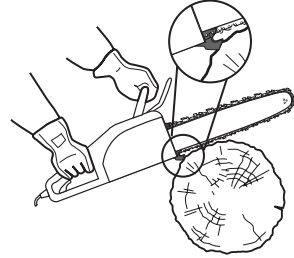

Imagen 21
- > La cadena de corte [4] debe funcionar a la máxima velocidad antes de entrar en contacto con la madera. Utilice el tope de garra [21] para fijar el producto sobre la madera antes de comenzar a cortar y utilícelo como punto de apalancamiento mientras corta (Imagen 21).